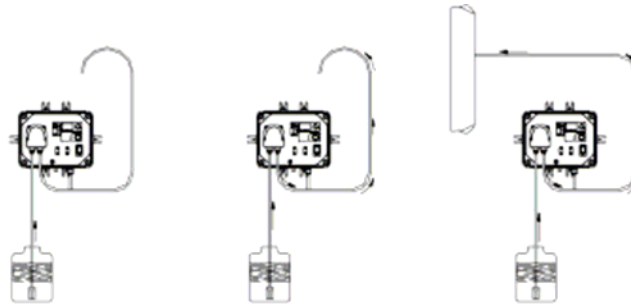

Fig. 6
- e- Verschließen sie die Schlauchnippel immer wenn sie die Pumpe von den Schläuchen trennen, um das Austreten von Flüssigkeiten zu vermeiden. Bevor sie die Pumpe in ihrer Anlage in Betrieb nehmen, ist es wichtig, die folgende Anleitung **Bild 6** genau zu befolgen. Bei Ansaugproblemen verwenden Sie bitte eine Spritze um Medium durch die laufende Pumpe zu saugen, bis es in der Spritze sichtbar wird. Verwenden Sie ein kurzes Stück Schlauch um die Spritze anzuschließen.